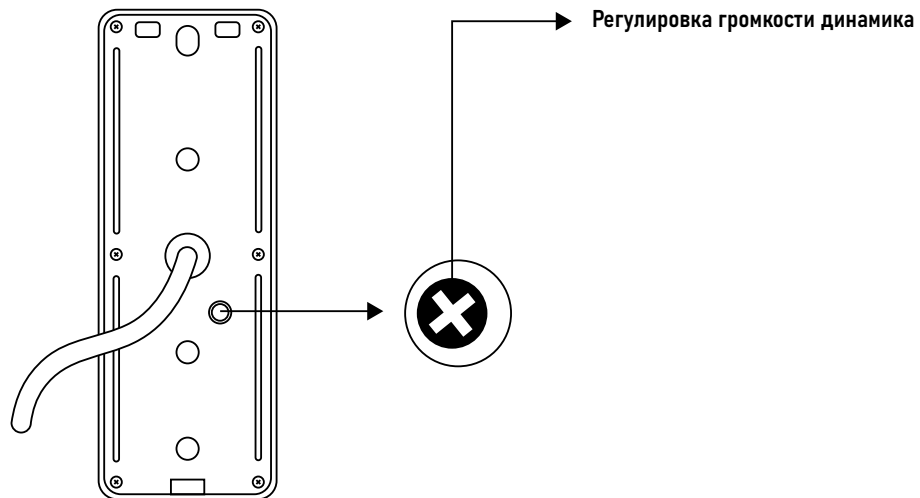

Рис. 5 Регулировка громкости динамика вызывной панели
5. Отрегулировать громкость динамика вызывной панели можно с помощью маленькой отвертки, предварительно удалив резиновую заглушку на задней крышке устройства (рис. 5).